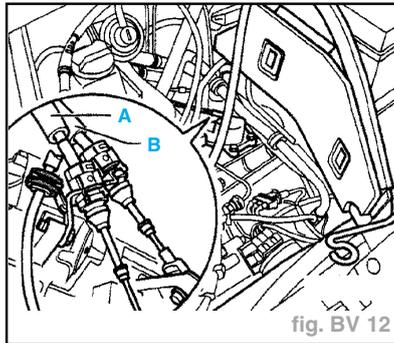

fig. BV 12
- le câble de commande de vitesses (A) chevauche le câble sélecteur (B) (fig. BV 12).